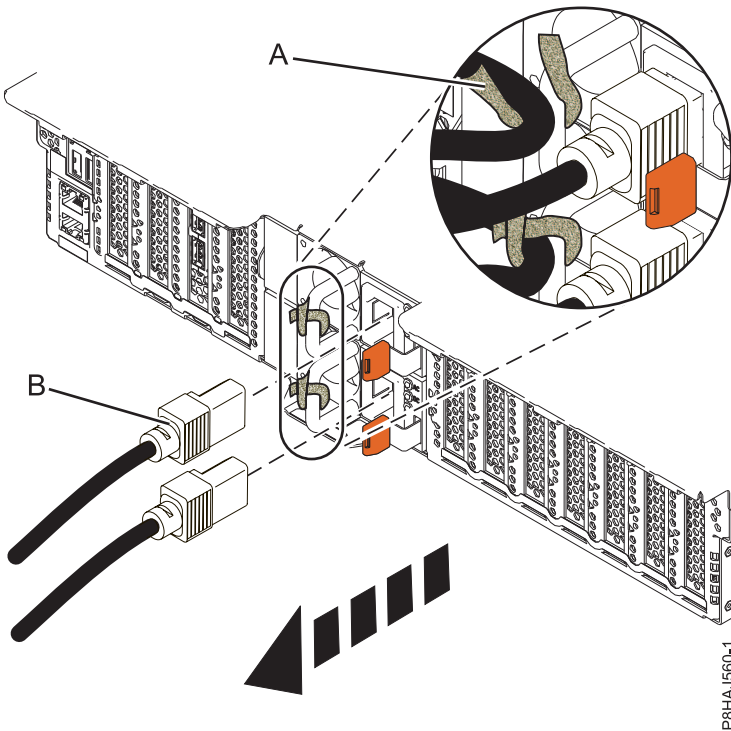
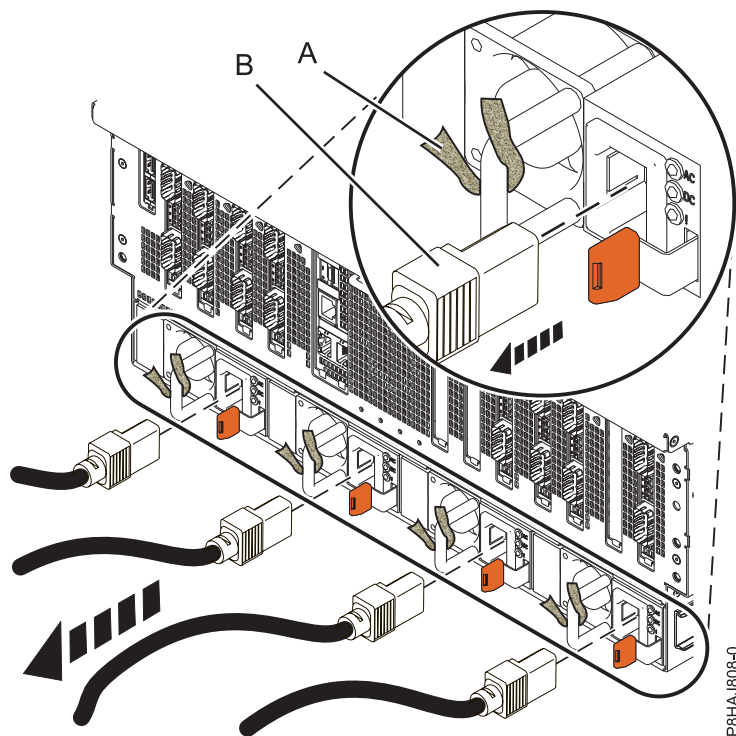

Figure 19. Retrait des cordons d'alimentation d'un système 5148-21L, 5148-22L, 8247-21L, 8247-22L, 8284-21A ou 8284-22A
Figure 20. Retrait des cordons d'alimentation d'un système 8408-44E ou 8408-E8E
3. Débranchez les cordons d'alimentation (**B**) de l'unité centrale. Voir les figures figure 18, à la page 46, figure 19, à la page 46 ou figure 20, à la page 47 selon le type de votre système.